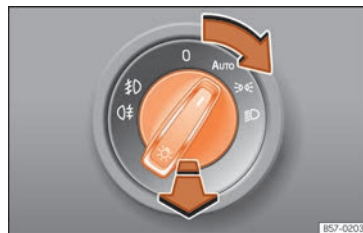

Fig. 42 Planche de bord : commande des feux.
- Tournez l'interrupteur dans la position désirée » » fig. 42.